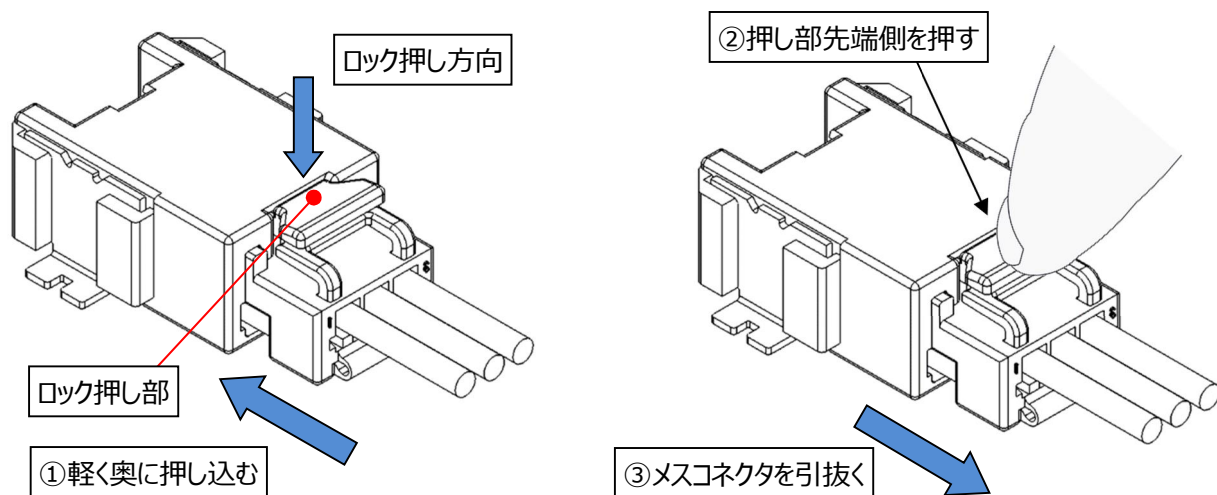

図 50.ロック押し部
- ①引き抜こうとするメスコネクタをもって、軽く奥に押し込んでください。
- ②メスコネクタを奥に押し込んだ状態で、図 50 に示すロック押し部の先端側を真下に動かなくなるまで、下方向に押し下げてください。
- ③ロックを押し下げたまま、メスコネクタを水平に引っ張ってメスコネクタを引き抜いてください。